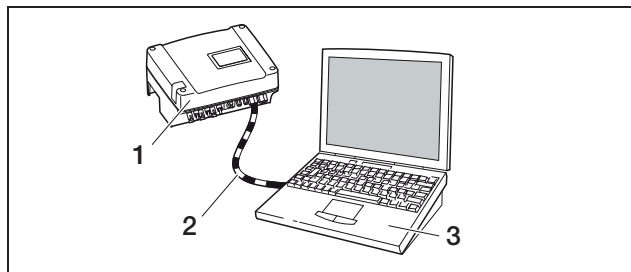

Figura 25: Collegamento dell'inverter e del computer con cavo crossover
- b) direttamente impiegando un cavo cosiddetto crossover (vedere figura 25).
Un cavo crossover è necessario solo se l'inverter viene collegato direttamente ad un computer, ovvero senza switch/hub (figura 25).